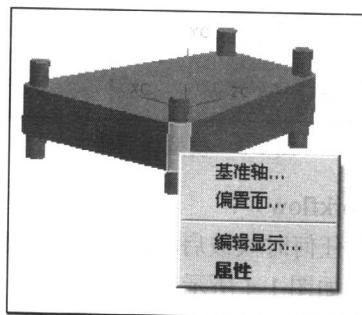

图 1-7 模型操作
- (4) 使用指定对象弹出式功能，执行模型操作（例如选取某一曲面，然后按 MB3→选“偏置面”，如图 1-7 所示）。